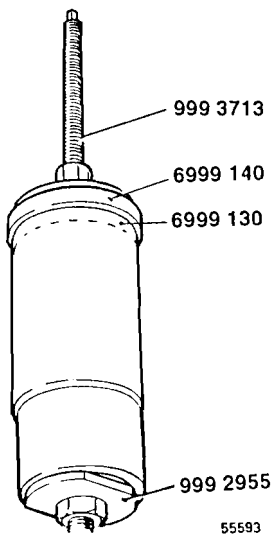

Fig. 130
9992479 Soporte y fig. 130
- 7 Sujetar la camisa entre las placas, ver fig. 130.